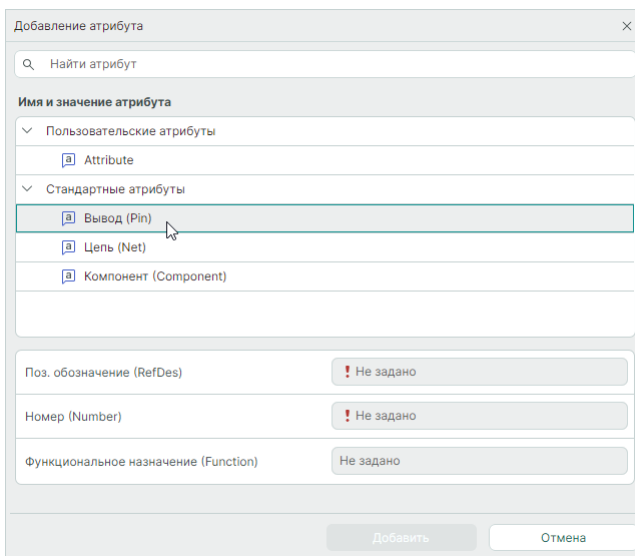

Рис. 303 Выбор шаблона атрибута
1. Выберите шаблон нажатием левой кнопки мыши, см. Рис. 303.